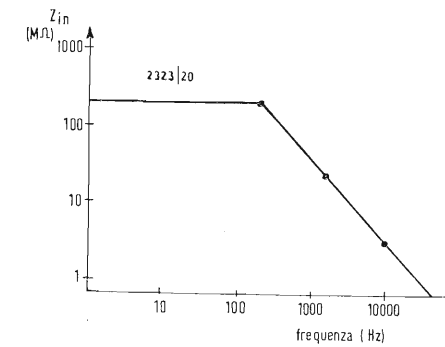

Fig. 3 - Variazione dell'impedenza di entrata dell'amplificatore di fig. 2 in funzione della frequenza.
c.c. ed è « bootstrappata » dal condensatore di 100 μF, il che ne moltiplica il valore apparente in c.a. per il fattore $1/(1 - V_s/V_d)$, ove V_s è la tensione di sorgente e V_d la tensione di entrata. Ciò consente di ottenere i valori alti di impedenza di entrata indicati con la curva di fig. 3. Si noti, tuttavia, che questa impedenza di entrata diminuisce rapidamente al di là di 100 Hz, poiché il guadagno circuitale del complesso diminuisce quando la frequenza aumenta, a motivo delle varie capacità parassite.